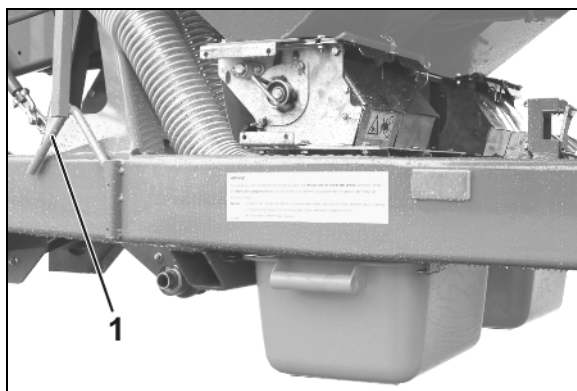

Fig. 72
- maskinens arbejdsbredde (Fig. 72/1)
- fine frø/korn, f.eks. raps (Fig. 72/2)
- korn og grønsager (Fig. 72/3).